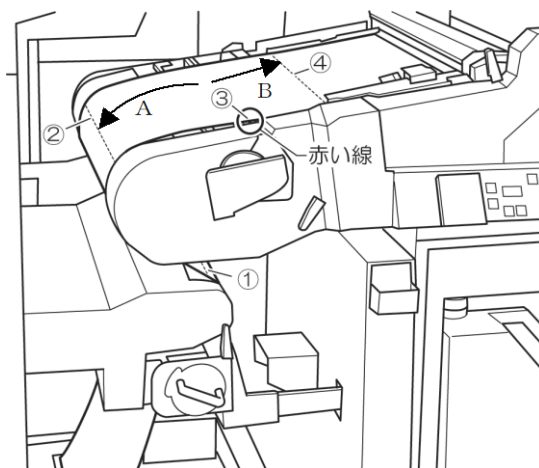

図 2.103 用紙の継ぎ合わせ
- ④ 用紙先端を図 2.103、図 2.105 に従って各ガイドを通し、用紙先端を定着器入口まで持ってきて、出口側トラクタピンに用紙送り孔をはめ、トラクタ押さえ金具を閉じます。
- ⑤ 搬送部の搬送レバーを持って右回転方向に起こし、ロックレバーを持ち上げてロックします。このとき、再度用紙の張りを確認し、ゆるんでいる場合は、トラクタ合わせつまみでゆるみのないように調整します。